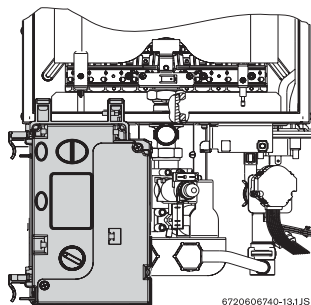

Bild 2 Steuerungskasten – Gaseinstellung
- ▶ Wenn der Steuerungskasten herausgezogen wurde, den Kasten, wie in Bild 2.